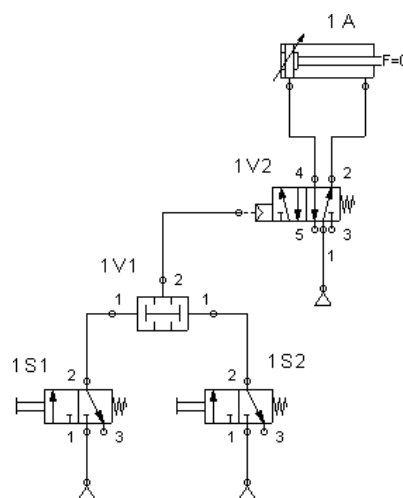

Рисунок 2.2 - Принципиальная схема управления цилиндром с помощью логического элемента «И».
- В среде программного пакета моделирования собрать виртуальный стенд по схеме рисунок 2.2. Нажимая поочередно и одновременно на кнопки 1S1, 1S2, убедиться, что шток цилиндра 1А выдвигается при нажатии одновременно двух кнопок, а при отпускании кнопок возвращается в исходное положение.